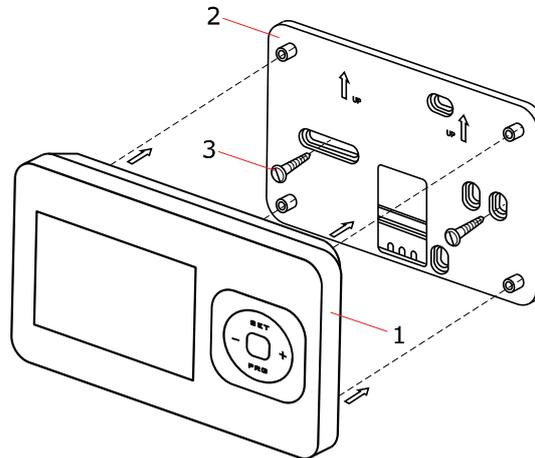

Рис.1 Установка терморегулятора.
5.2.1. Перед установкой терморегулятора (1) на стену, отверткой отсоедините его от основания (2) (Рис.1).